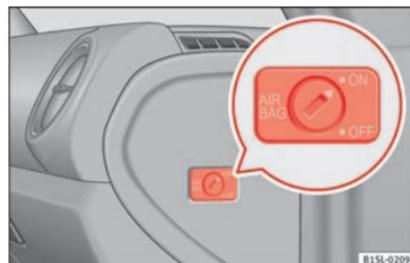

Fig. 20 No lado do passageiro: interruptor de chave para ativar e desativar o airbag dianteiro do passageiro.
- Com a ajuda da chave do veículo, rode o interruptor de chave para a posição **OFF** » **Fig. 20**.